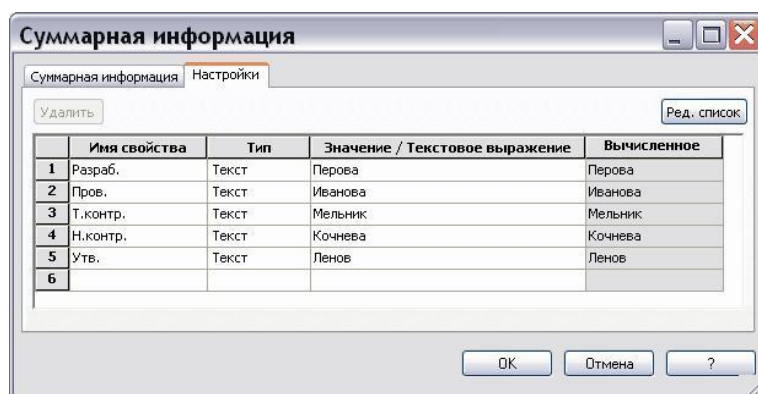

Рис. 61
4. Введите необходимые свойства документа, их типы и значения, например, показанные на Рис. 61. В столбце Имя свойства не должно быть имён Наименование,
При изменении значения свойства документа в окне Суммарная информация (Рис. 61) текст заметки основной надписи автоматически изменится.